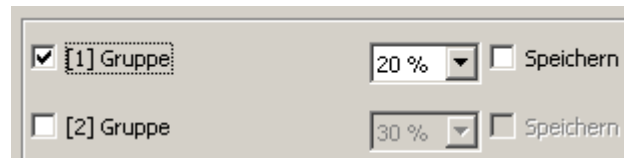

Bild 33: Teil der Gruppenzuordnung einer Szene
Einer Szene lassen sich ohne Einschränkungen alle angelegten Gruppen zuordnen. Jede Gruppe kann unabhängig zugewiesen werden, indem das Auswahlkästchen vor dem Gruppennamen in der Szenenkonfiguration aktiviert wird (vgl. Bild 33). Gruppen, deren Auswahlkästchen nicht aktiviert sind, sind der Szene nicht zugeordnet. Alle nicht angelegten Gruppen des DALI-Gateways sind grau ausgeblendet und somit nicht editierbar.
- Im Parameterknoten "Szenen - [x] Szenenname" für jede der Szene zugeordnete DALI-Gruppe den erforderlichen Szenen-Helligkeitswert vorgeben (vgl. Bild 33).
- Im Parameterknoten "Szenen - [x] Szenenname" für die DALI-Gruppen, die auf die Speicherfunktion reagieren sollen, das Kontrollkästchen "Speichern" aktivieren (vgl. Bild 33).
- Im Parameterknoten "Szenen - [x] Szenenname" für die DALI-Gruppen, die nicht auf die Speicherfunktion reagieren sollen, das Kontrollkästchen "Speichern" deaktivieren (vgl. Bild 33).